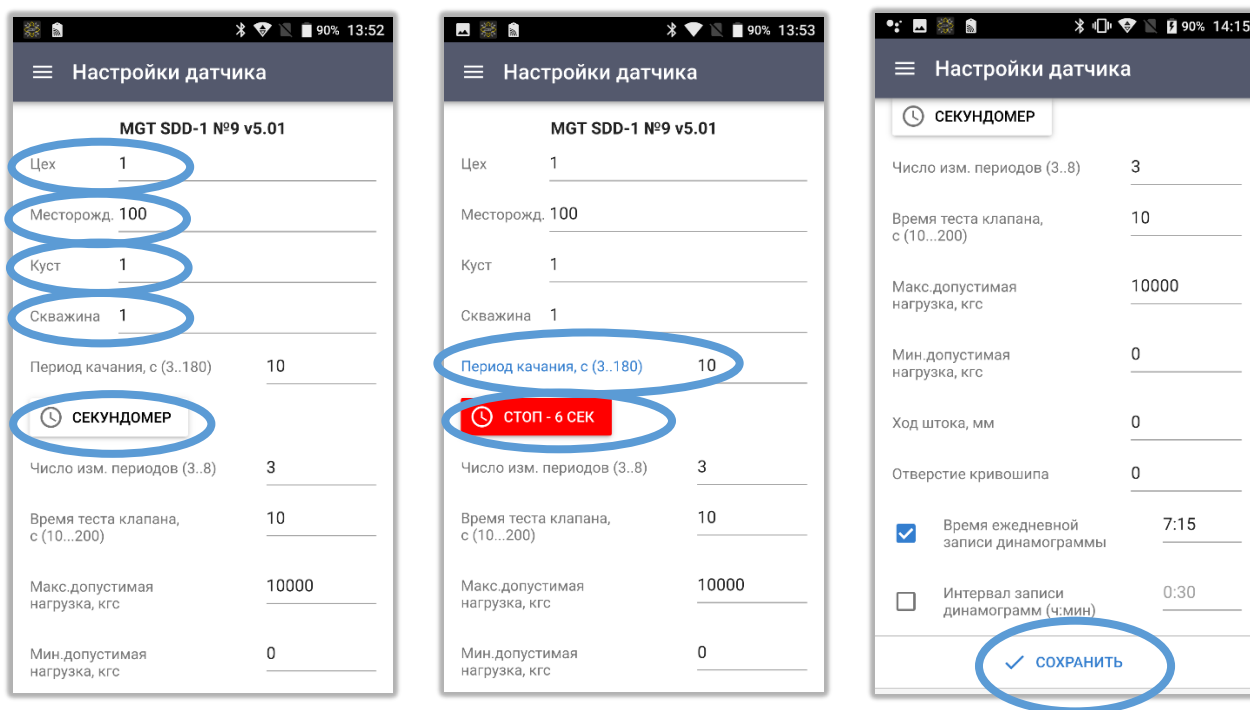

рис. 11
- 5) В открывшемся меню введите нужный номер **Цеха, Месторождения, Куста и Скважины.** (рис.11)
Для корректной передачи измерений в систему **АРМИТС** в строке «**Месторождение**» должен быть указан **код НГДУ**, на скважинах которого будет установлен прибор. (рис.11).
7) Нажмите «**Сохранить**» (рис.11). Данные будут записаны в датчик и будут храниться в его энергонезависимой памяти до следующего изменения настроек.